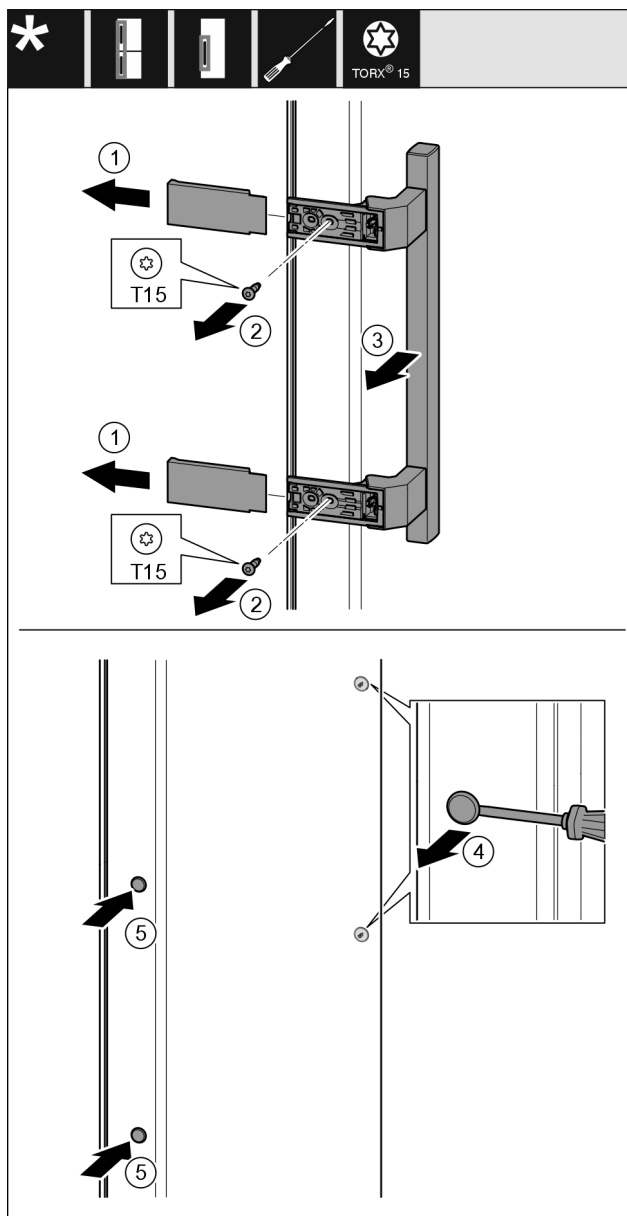

Fig. 53
- Stáhněte kryt Fig. 53 (1).
- Šroubovákem vyšroubujte šrouby Fig. 53 (2).
- Sejměte madlo Fig. 53 (3).
- Postranní zátku Fig. 53 (4) opatrně plochým šroubovákem nadzvedněte a vytáhněte.
- Zátku Fig. 53 (5) opět vložte na druhé straně.